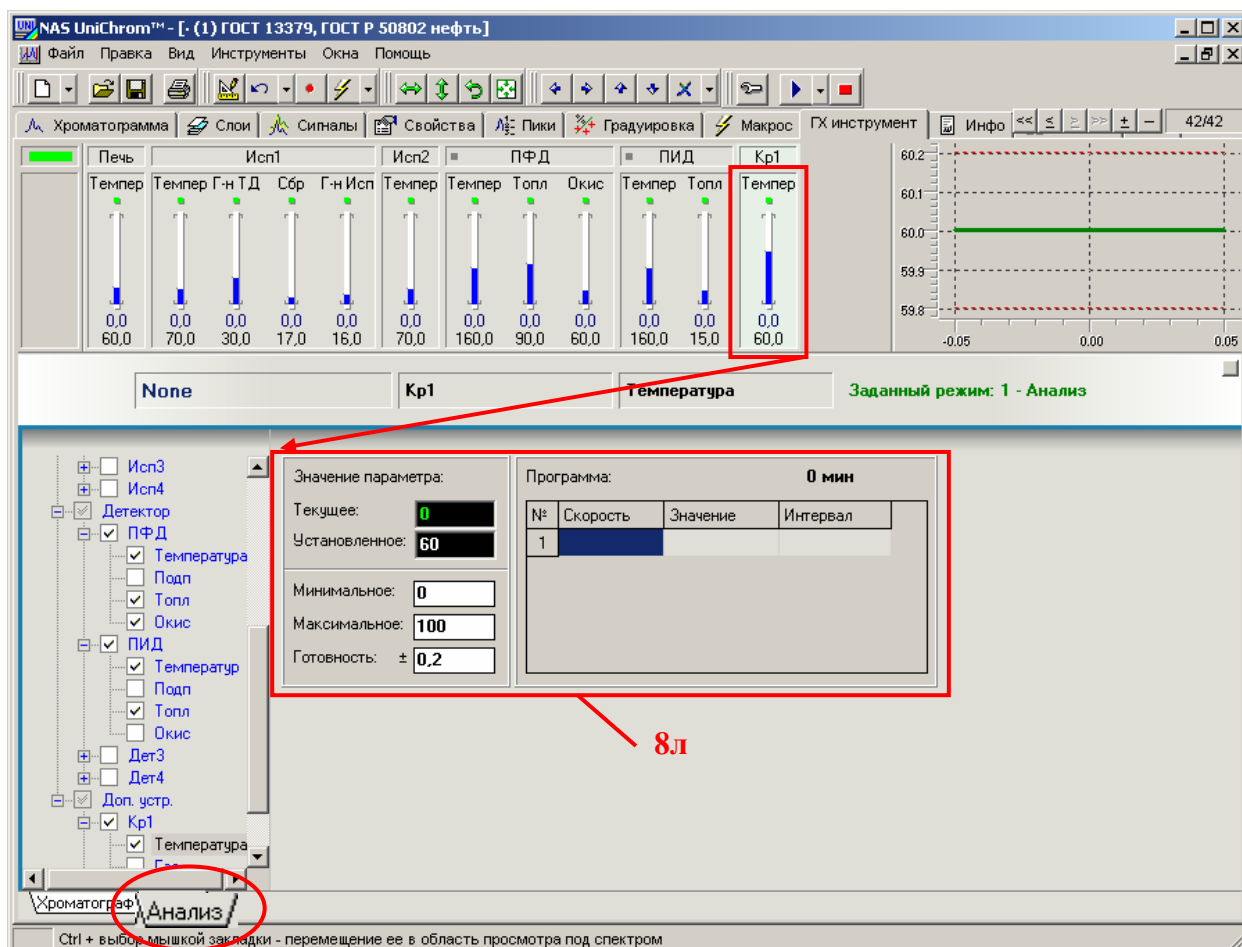

Рис. 20. Установка температуры обогреваемого автоматического крана-переключателя.
- Подведите курсор мыши в область «рисованного» регулятора температуры крана- переключателя (см. Рис. 20).